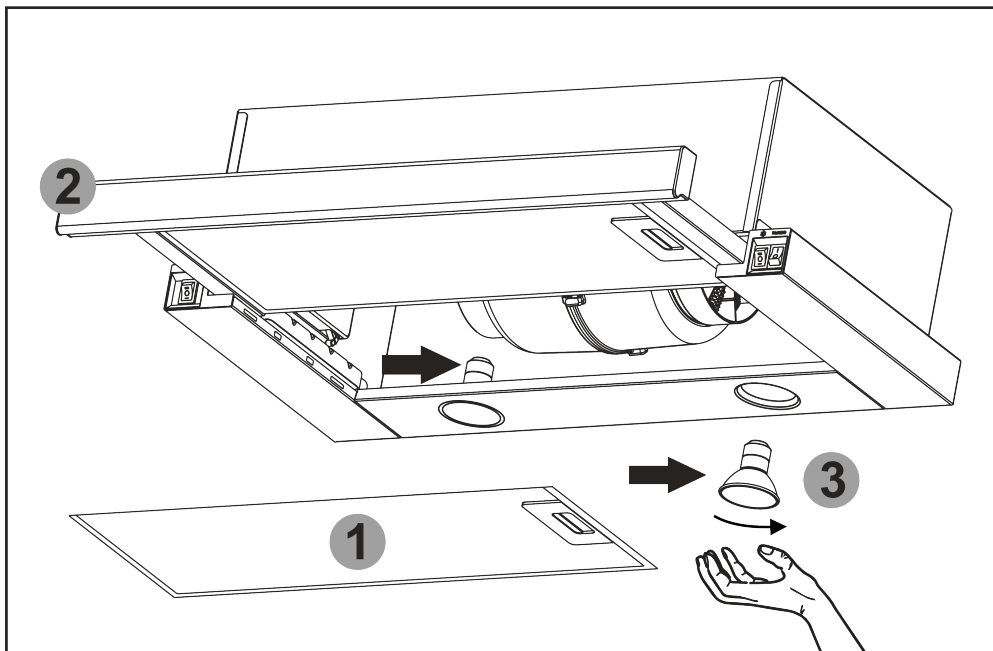

Рис.7
8.9 На вытяжке установлены **HALOGEN** или **LED** (в зависимости от модификации) лампы подсветки рабочей зоны плиты. Перед началом замены ламп освещения необходимо отключить вытяжку от электросети, дать возможность охладеть лампам. Для замены лампы необходимо снять алюминиевый фильтр **1**, вытянуть шушляду выдвигающую **2**, отжать держателя патрона на себя, чтобы лампа **3** вышла из корпуса вытяжки, удерживая держатель патрона, слегка надавить на лампу в направлении патрона и, повернув ее против часовой стрелки, вынуть из корпуса вытяжки (**рис.7**).